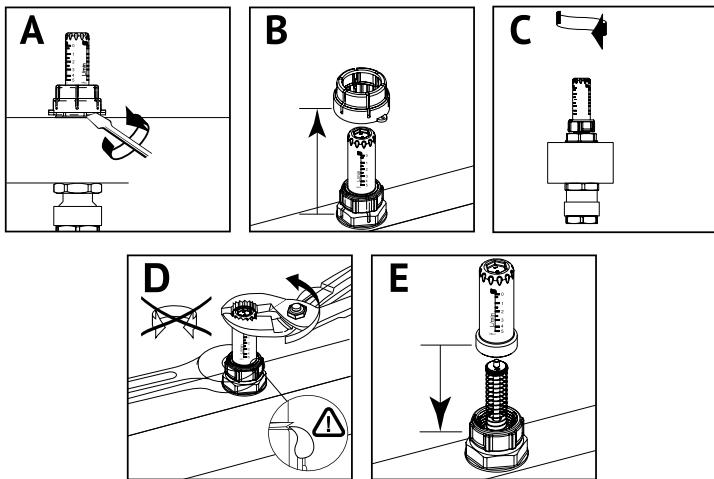

Рис. 5. Очистка расходомера
5.5. Очистка расходомера (Рис.5).
- Подденьте плоской отверткой защитный колпачок (A) и снимите его (B);
- Поверните гайку по часовой стрелке до полного закрытия вентиля (C);
- Выкрутите колбу расходомера с помощью ключа, придерживая черный штуцер другим ключом (D);
• Очистите колбу расходомера или замените на новую и установите обратно на вентиль (E);